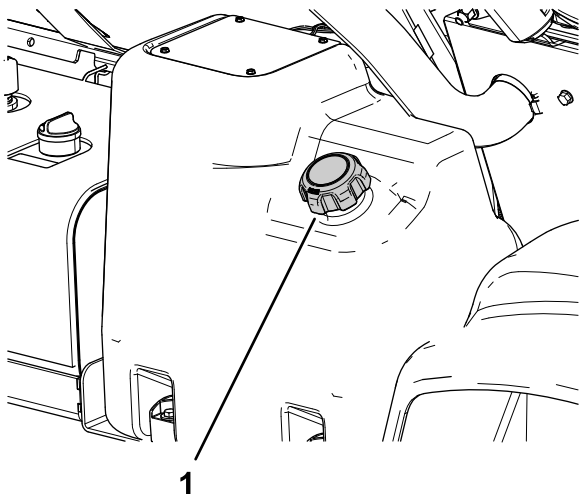

Figure 20
2. Nettoyez la surface autour du bouchon du réservoir de carburant (Figure 20).